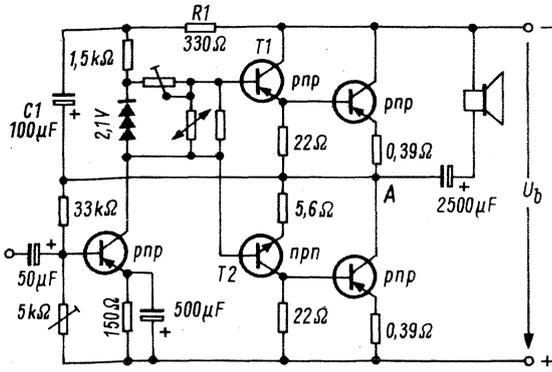
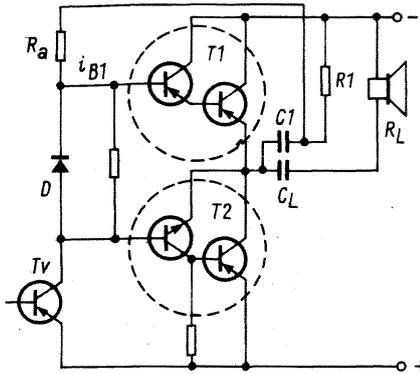

Bild 8. Ansteuerung mit komplementären Treibertransistoren
Bild 9. Vereinfachung von Bild 8, um die Aufstockung der Kollektorspannung des Treibers deutlich zu machen
Eine weitere Verbesserung – durch zusätzliche Linearisierung auch der Treiberstufe – erzielt man, indem man die Treiberstufe mit zwei komplementären Transistoren bestückt (Bild 8).
Vereinfacht man Bild 8, so erhält man Bild 9. Man erkennt jetzt leicht, daß für die Speisespannung des Vorstufentransistors die gleiche Bedingung wie in Abschnitt 3.2 für den Treibertransistor gilt. Wegen des Spannungsabfalls, den der Strom  $i_{B1}$  am Widerstand  $R_a$  erzeugt, muß diese Speisespannung größer als die der Endstufentransistoren sein. Deshalb ist auch hier der Hochpunkt von  $R_a$  über den Lautsprecher an die Batteriespannung gelegt. Ein Unterschied besteht nur darin, daß die Spannung nicht zwischen den Gliedern  $C_L$  und  $R_L$ , sondern an der dazu parallel liegenden Reihenschaltung  $C_1, R_1$  abgegriffen wird.
Bild 11 zeigt, daß am Widerstand R 23 die doppelte Spannung  $U_{BE}$  steht. Man kann sie sich durch eine Batterie erzeugt denken. Man kann sie aber auch als Spannungsabfall an einer Diode – gespeist durch den Vorstufentransistor – entstehen lassen (Bild 9). Es ist also:
- $R_a$  in Bild 9  $\cong$  R 4 in Bild 11
- D in Bild 9  $\cong$  R 23 in Bild 11
- $T_v$  in Bild 9  $\cong$  R 1 in Bild 11
Der in Bild 8 parallel zu den Dioden liegende Spannungsteiler dient zum genauen Einstellen der Basisvorspannung.